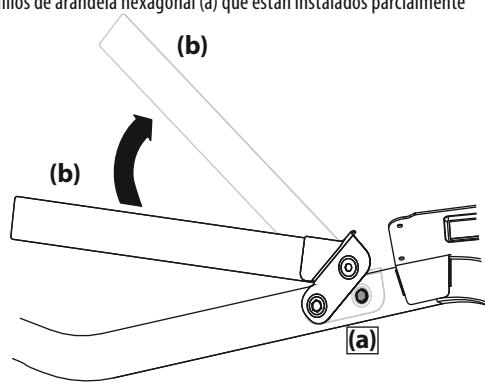

Figura 3
- Extraiga los dos tornillos de arandela hexagonal (a) que están instalados parcialmente en el bastidor. Consulte la Figura 3.